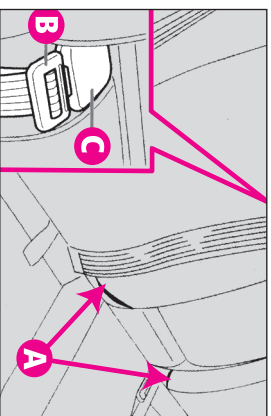

fig. 40
- Verificați dacă centurile de siguranță (A-fig. 40) sunt în carcasele lor de pe scaun și dacă centura centrală abdominală este fixată în suport (C-fig. 40)